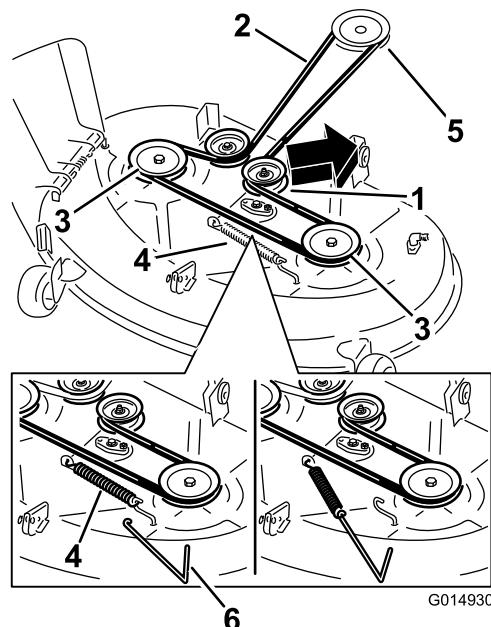

Figure 69
- À l'aide d'un outil de dépose de ressort (réf. Toro 92-5771), décrochez le ressort du crochet sur le tablier pour détendre la poulie de tension et déchaussez la courroie des poulies (Figure 69).
6. Acheminez la courroie neuve autour des poulies du moteur et du plateau de coupe (Figure 69).
7. À l'aide d'un outil de dépose de ressort, accrochez le ressort au crochet sur le plateau pour tendre la poulie de tension et la courroie de plateau de coupe (Figure 69).